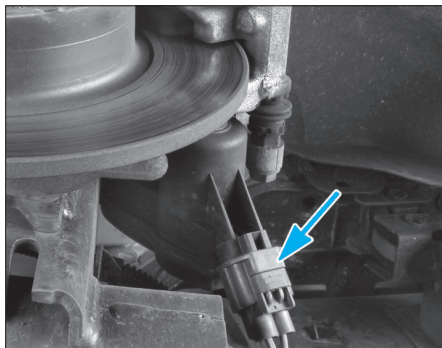

FIG. 7
- Débrancher le connecteur électrique de l'étrier (Fig.7).